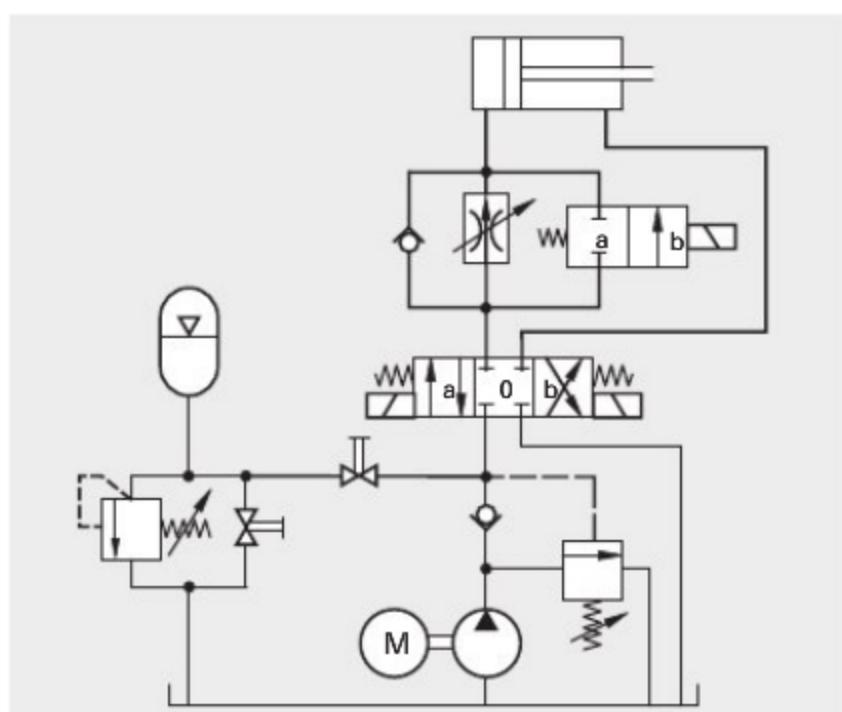

Bild 4: Steuerung mit Hydrospeicher
- 11 Welchen Bewegungsablauf hat der Zylinder (Bild 4) und welche Funktion haben dabei die Ventile?
- 12 Welche Ventile müssen bei Wartungsarbeiten an der Steuerung (Bild 4) geschlossen bzw. geöffnet werden?